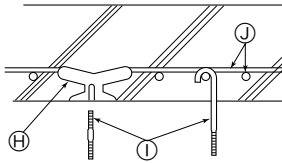

Fig. 2-5
② Betonarme yapılarda (Fig. 2-5)